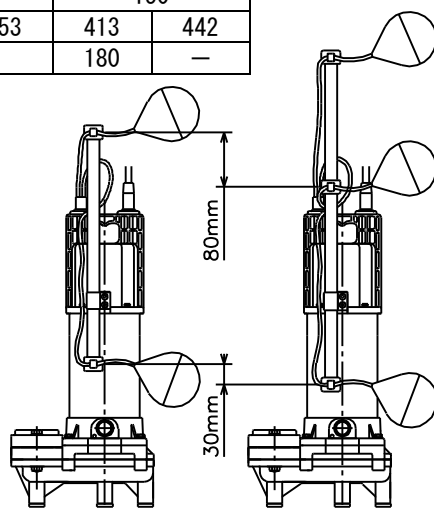

図7
- (11) 自動交互形ポンプ(DWVJ 型)は、DWVJ 型とDWVA 型を組にしてはじめて自動交互運転が行われます。図7の通りにフロートの位置を設定してください。フロートの位置関係が狂いますと正常な動作をしなくなる場合があります。
- (12) 槽内に満水警報の設置を推奨します。当社にて警報盤と水位制御用フロートスイッチを用意していますのでご用命ください。
- (13) 自動運転装置に電極棒をご使用の場合は、汚物が電極棒にからんだり油の付着により誤動作を起こす場合がありますのでご注意ください。
- (14) 着脱装置の据付は、着脱装置に付属の「水中ポンプ用着脱装置」の取扱説明書により行なってください。